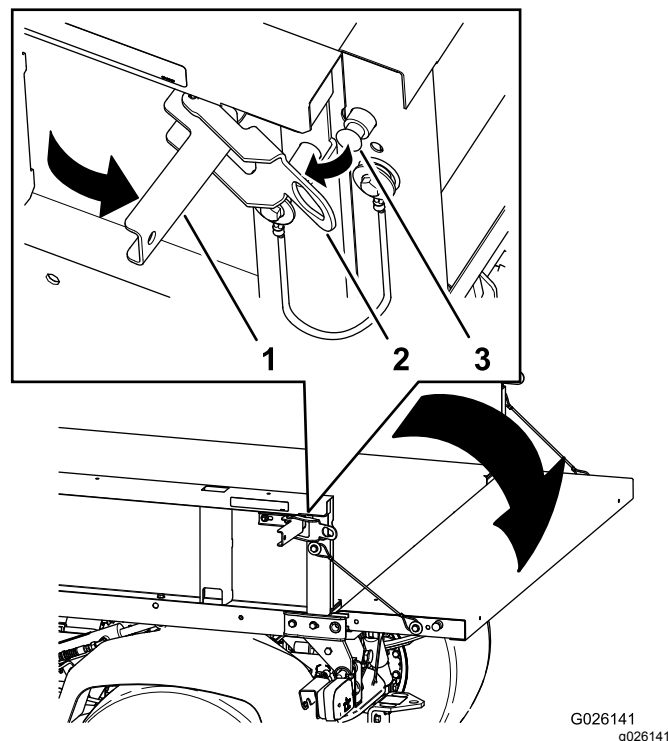

Figura 16
2. Aprite i fermi sul lato destro e sinistro del cassone e abbassate la sponda posteriore (Figura 16).